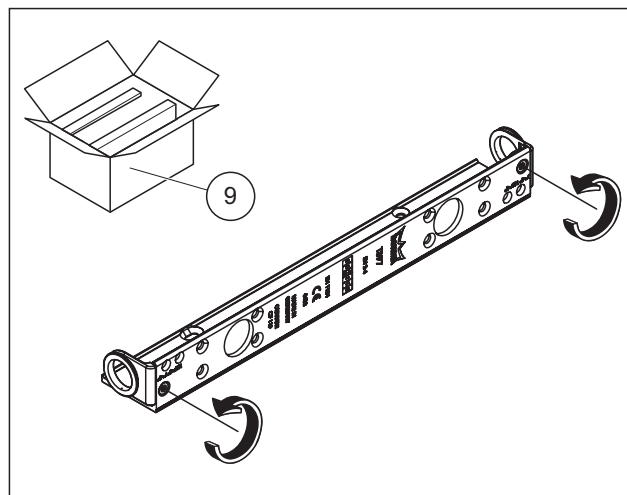
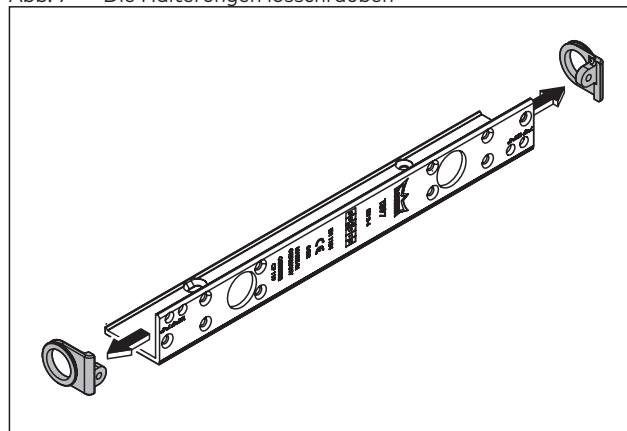

Abb. 7 Die Halterungen losschrauben
Abb. 8 Die Halterungen demontieren
1. Die Halterungen von der Montageplatte demontieren (Abb. 7 und Abb. 8).